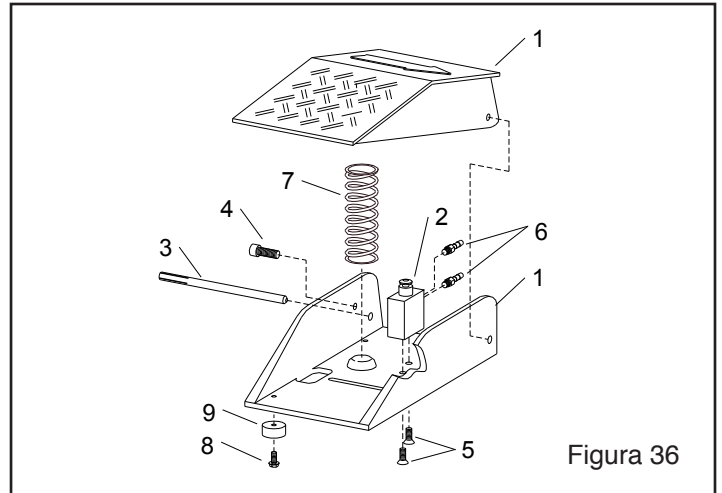

Figura 36
9.7 Ensamble de pedal, Figura 36